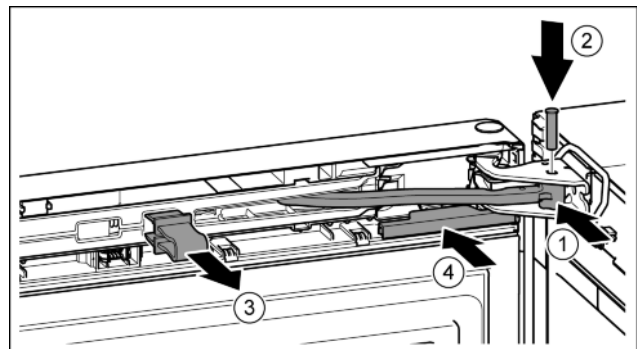

Fig. 21
- ▶ Scharnier in lagerbus draaien. Fig. 21 (1)
- ▶ Bout in de lagerbus en het scharnier aanbrengen. Opletten dat hierbij de vergrendelnok correct in de groef zit. *Fig. 21 (2)*
- ▶ Borging verwijderen. *Fig. 21 (3)*
- ▶ Afdekking erop schuiven. *Fig. 21 (4)*